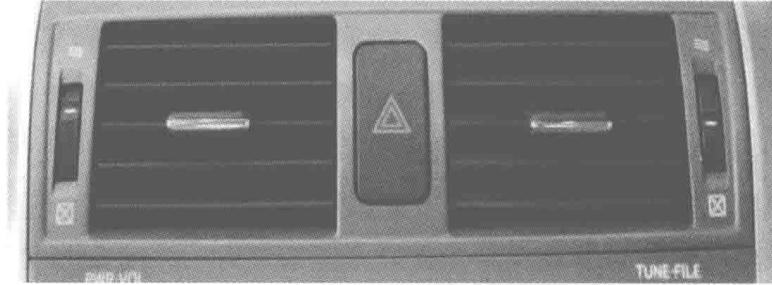

图 1-6 正面出风口拨叉
- (1) 关闭所有车门和车窗。
- (2) 将空调开至制冷模式，使压缩机运行 (开关上的信号灯亮起)。
- (3) 将出风模式选择旋钮调至正面出风 ()。
- (4) 温度调至最低 (最左)。
(5) 鼓风机风量开至最大(4挡)。
(6) 正面出风口拨叉(图1-6)位于全开位置(最上)。
(1) 将空调开至制冷模式，使压缩机运行(开关上的信号灯亮起)。
(2) 将出风模式选择旋钮调至正面出风(图1-6)。
(3) 根据温度情况，将温度调节旋钮调至合适的位置(蓝色区域)。
(4) 鼓风机风量开至合适挡位(1~3挡)。
(5) 正面出风口拨叉可以位于合适位置，但必须有一个出风口常开，否则制冷系统将会结冰，或导致压缩机频繁通断。